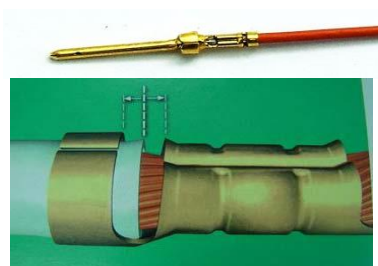

图 5-9 合格的接触件
- (3) 完成压接后，合格的接触件如图 5-9 合格的接触件所示。